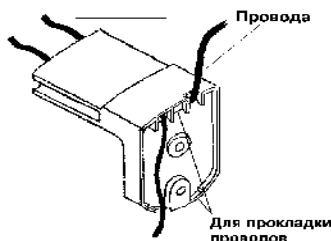

Рис. 2
2. Удалите в кронштейне заглушки, которые будут использоваться для прокладки проводов. Провода пропустите через каналы кронштейна и закрепите кронштейн в выбранном месте на стене (рис.2).